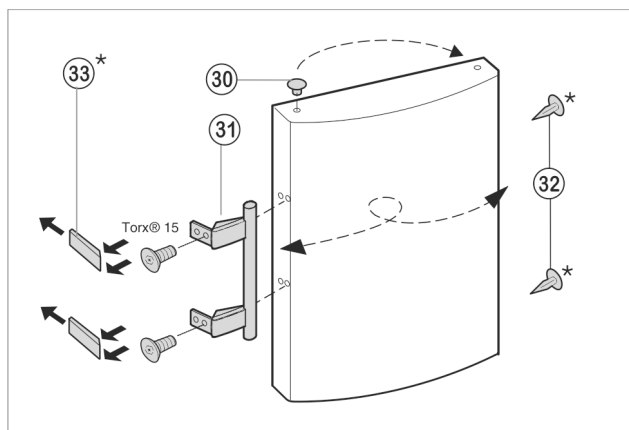

Fig. 10
- ▶ Čepe *Fig. 10 (30)* vzemite iz puše ležaja vrat in jih prestavite.
- ▶ Ročaj *Fig. 10 (31)*, čepe *Fig. 10 (32)* in potisne plošče *Fig. 10 (33)* odmontirajte in jih prestavite na drugo stran.